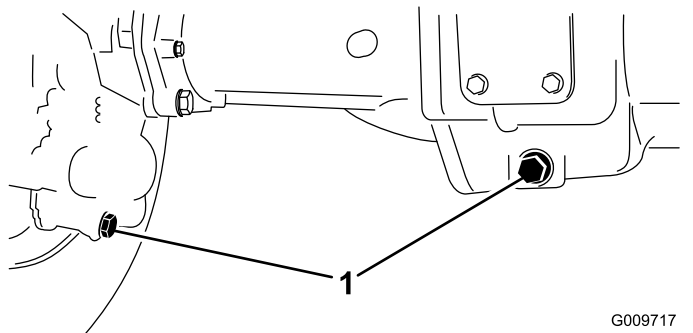

図 81
2. ドレンプラグそれぞれの端部に1本ずつ、中央に1本全部で3本の周囲をきれいにする図 81。